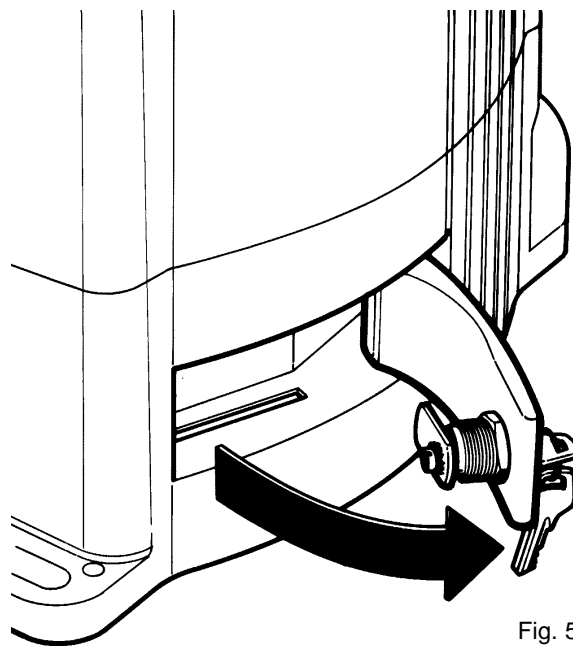

Fig. 5
| <p>Ⓘ</p> <p>1) Ruotare verso l'alto il copriserratura (1).2) Inserire la chiave e ruotarla in senso orario di 90° (2).3) Tirare a se la maniglia agendo dapprima sulla chiave stessa fino a portarla perpendicolare al THOR (Fig. 5).Un microinterruttore di sicurezza fa in modo che non possa avviarsi in posizione manuale.</p> | <p>Ⓒ</p> <p>1) Slide the key cover upwards (1).2) Insert the key and turn it 90° clockwise (2).3) Pull the handle towards you, turning the key, until it is perpendicular to SL 150 (Fig. 5).A safety microswitch prevents it from being able to start in the manual position.</p> | <p>Ⓕ</p> <p>1) Tourner le cache-serrure vers le haut (1).2) Introduire la clé et la tourner de 90° dans le sens des aiguilles d'une montre (2).3) Tirer vers soi la poignée en agissant d'abord sur la clé proprement dite de manière à la placer perpendiculairement au THOR (Fig. 5).Un microinterruteur de sécurité fait en sorte que le dispositif ne puisse pas se mettre en position manuelle.</p> | <p>Ⓓ</p> <p>Die Abdeckung des Schlosses (1) nach oben drehen (1).Den Schlüssel einstecken und um 90° nach rechts drehen (2).Den Griff durch Betätigung des Schlüssels nach vorne ziehen, bis er senkrecht zu THOR steht (Abb.5).Ein Mikroschalter bewirkt, dass er nicht in manueller Position angelassen werden kann.</p> | <p>Ⓔ</p> <p>1) Gire hacia arriba el cubrecerradura (1).2) Introduzca la llave y gírela 90° hacia la derecha (2).3) Tire de la manija hacia Ud., actuando antes sobre la llave hasta colocarla perpendicularmente a THOR (fig. 5).Un microinterruptor de seguridad impide que se pueda poner en marcha en posición manual.</p> |